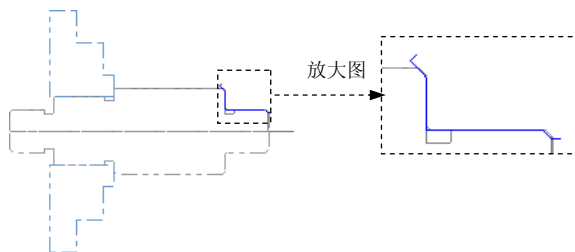

图 18.15 刀具路径
(1) 在“车床-精车 属性”对话框中单击 **精车参数** 选项卡，然后单击 **L 进/退刀向量** 按钮，系统弹出“进退/刀设置”对话框。
(3) 在“进退/刀设置”对话框中单击 **引出** 选项卡，在 **调整轮廓线** 区域选中 ☒ **延长/缩短 外形的终止位置** 复选框，然后在 **数量** 文本框中输入 2.0，单击  按钮。
Step6. 单击“车床-精车 属性”对话框中的  按钮，完成精车参数的设置，此时系统将自动生成图 18.15 所示的刀具路径。